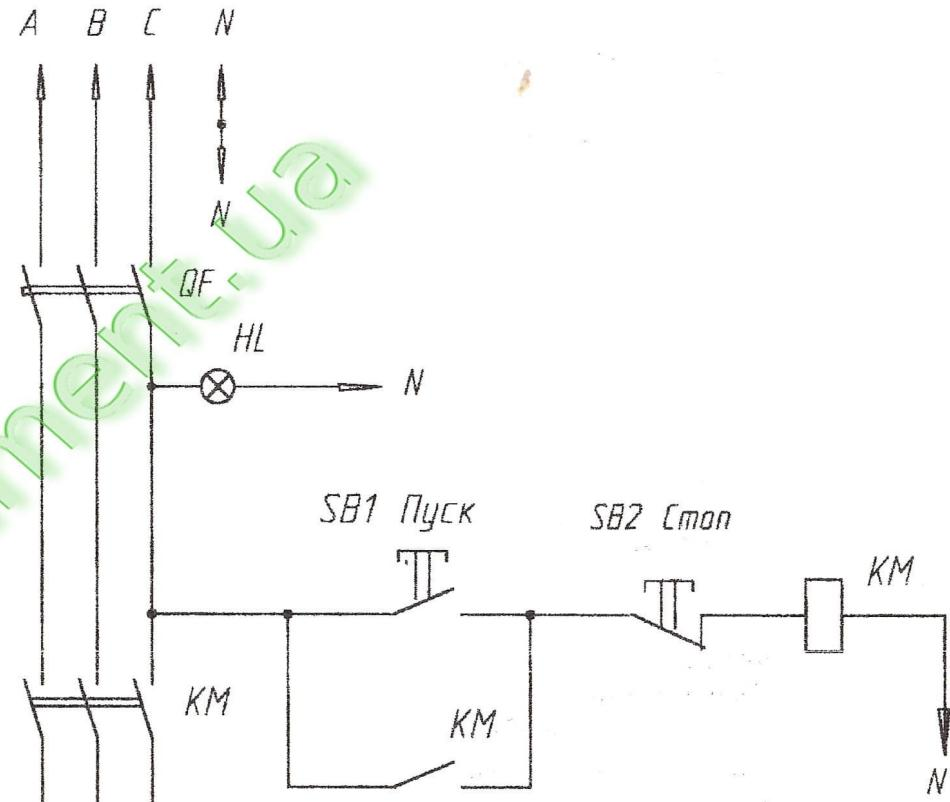

Рис.1 Схема электрическая принципиальная
1.2.Станок подключается к трехфазной электросети напряжением 380 В, частотой 50 Гц. Схема электрическая принципиальная изображена на рис. 1.